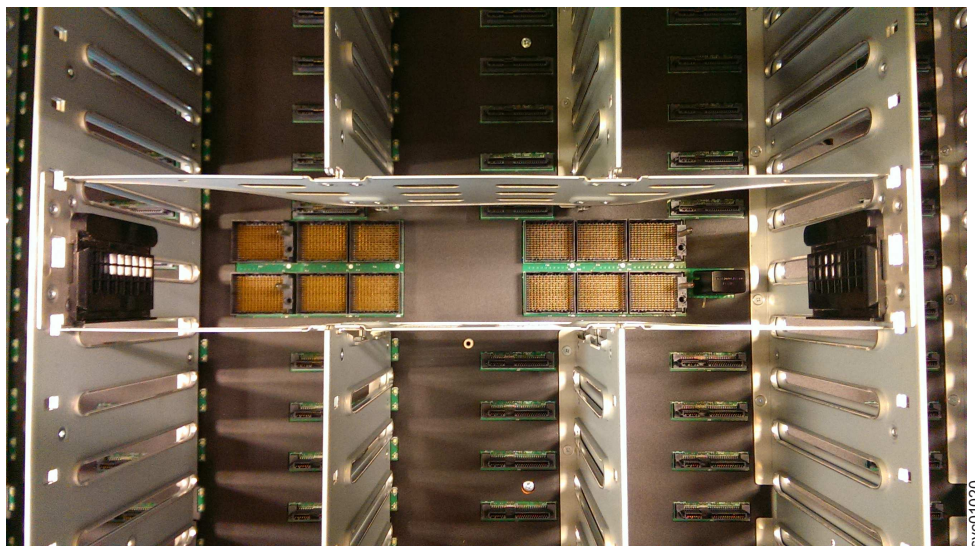

Abbildung 105. Anschlüsse für sekundäres Erweiterungsmodul
**Wichtig:** Um nach dem Entfernen des sekundären Erweiterungsmoduls einen Stromschlag zu vermeiden, berühren Sie keine der in Abb. 105 gezeigten Anschlüsse.